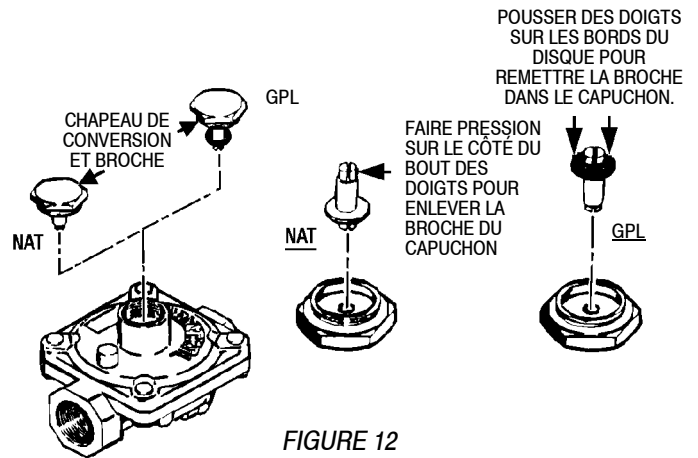

FIGURE 12
B. INVERSER LE CAPUCHON DANS LE DÉTENDEUR DE L'APPAREIL (voir la figure 12)
(Voir la figure 12.)